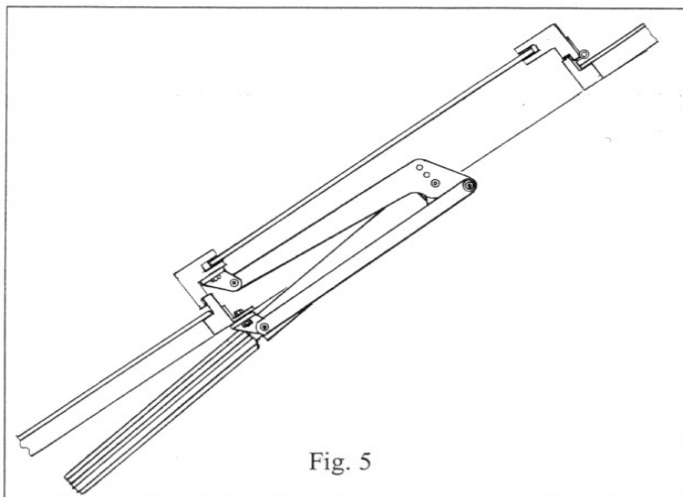

Fig. 5
1. Zuerst ist zu entscheiden, in welche Richtung Feder/Stoßdämpfer und damit später auch der Zylinder wirken sollen (siehe Abb. 5+6). Ist die Feder auf der falschen Seite vormontiert, kann sie ausgebaut und um  $180^{\circ}$  gedreht eingebaut werden (Siehe Abb. 2+3+4).
4. Die Schraube zur Zugentlastung so weit schrauben bis sich die Arme in der gewünschten Position befinden. Die Befestigungsbeschläge jetzt bei geschlossenem/r Fenster/Klappe mit den Schrauben am Rahmen und Blendrahmen befestigen (siehe Abb. 5+6).
Achten Sie darauf, dass die dem Fenster am nächsten liegenden Arme parallel zum Fenster stehen (siehe Abb. 5+6).